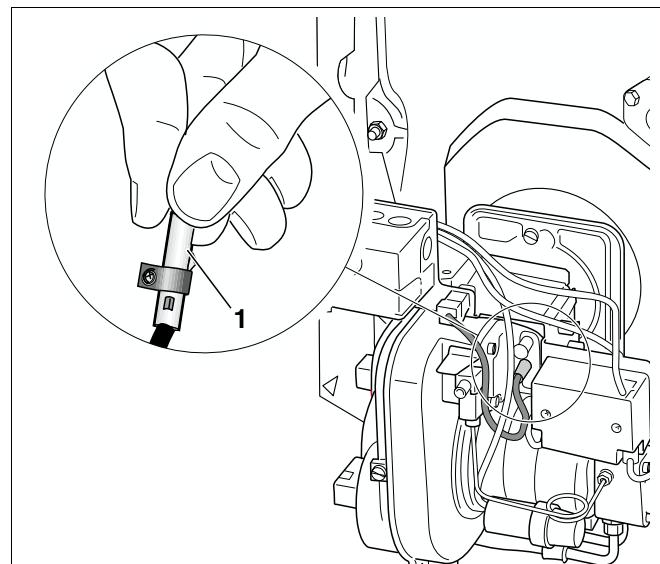

Рис. 11 Проверка работы датчика пламени
- При работающей горелке вынуть датчик пламени, взяв его за предусмотренную для этого ручку (рис. 11).
- Закрыть датчик пламени (рис. 11, поз. 1). После повторного запуска должно произойти отключение из-за неисправности.